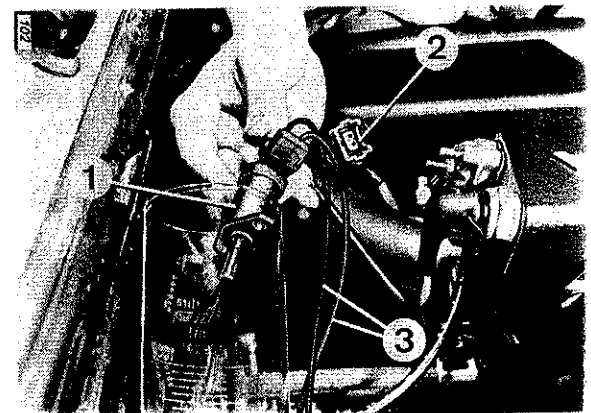

Bild 16
D.7 KALTSTARTVENTIL (Bild 16)
- Kaltstartventil (1) ausbauen.
- Kabelstecker (2) abziehen und durch Prüfkabel (3) (Eigenanfertigung) ersetzen.